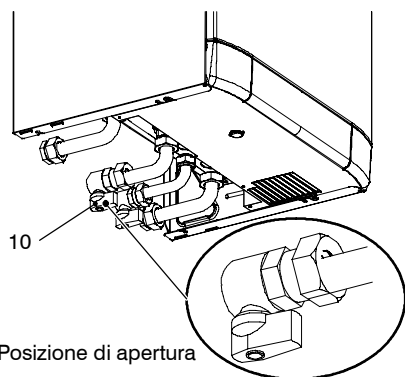

fig. 6.1
- 1 Aprire il rubinetto del contatore gas e quello della caldaia 10 in fig. 6.1 (leva gialla)